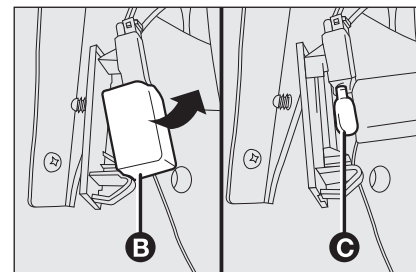

fig. 29
- ☐ ouvrir la protection **B-fig. 29** et remplacer l'ampoule **C** insérée par pression ;